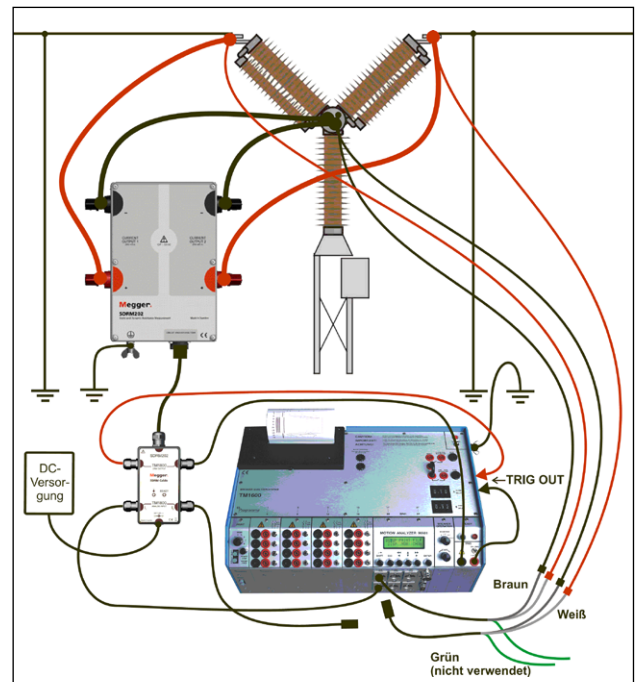

Abb. 8.2.1 Beispiel für eine Zusammenschaltung mit SDRM202. SDRM201 wird auf dieselbe Weise, jedoch nur mit einem Kanal zusammengeschaltet.
- 1] Verbinden Sie SDRM201/202 und den Schalter, siehe Beispiel auf Abb. 8.2.1.